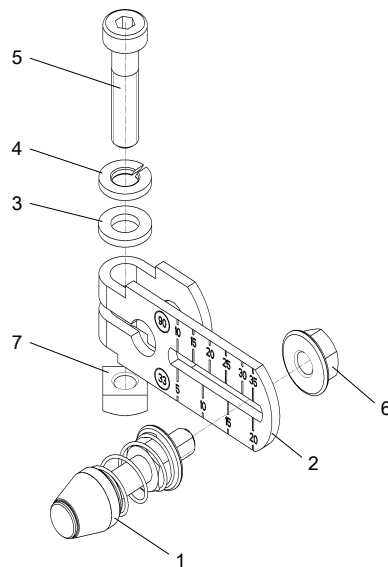
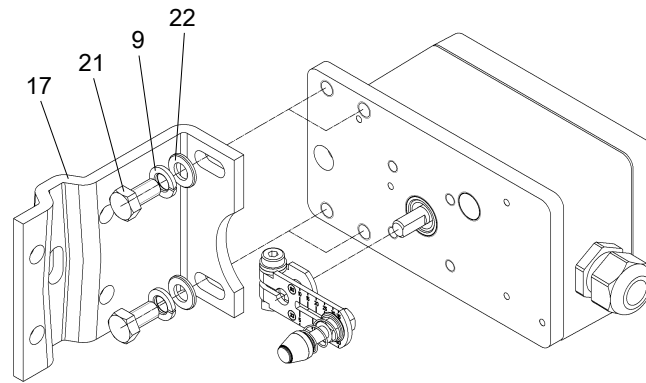
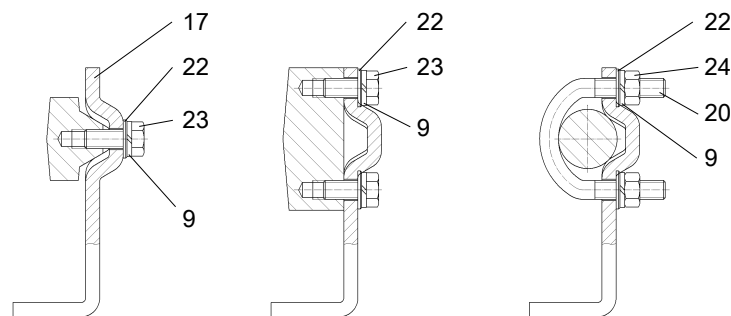

Abb. 9: Hebel montiert
Abb. 10: Montage mit Anbauwinkel
Abb. 11: Befestigung an verschiedenen Laternenarten
1. Abb. 9: Klemmstücke (19) mit Zylinderschrauben (5) und Federringen (4) an der Antriebsspindel montieren.
2. Abgriffbügel (18) in die Ausfräsungen der Klemmstücke (19) schieben. Benötigte Länge einstellen und Schrauben (5) so festziehen, dass der Abgriffbügel noch verschiebbar ist.
3. Abb. 10: Am vormontierten Hebel (2) den Stift (1) auf den am Antrieb angegebene Wert des Hubbereiches oder, wenn dieser nicht als Skalierungswert vorhanden ist, den nächst größeren Skalierungswert einstellen. Bei Unsicherheit bezüglich des tatsächlichen Antriebshubes (pneumatische Stellantriebe verfügen häufig über eine Stellwegreserve) sollte grundsätzlich der nächst größere Skalierungswert gewählt werden. Die Stiftmitte muss auf dem Skalierungsstrich auf dem Hebel (2) stehen.
4. Hebel (2) bis zum Anschlag auf die Welle der Signalbox schieben und mit Zylinderschraube (5) fixieren.
5. Abb. 11: Anbauwinkel (17) mit zwei Sechskantschrauben (21), Federringen (9) und U-Scheiben (22) auf der Rückseite des Stellungsreglers montieren. Die Wahl der Lochreihe hängt von der Laternenbreite des Antriebes ab. Dabei soll die Rolle möglichst nahe an der Spindel in den Abgriffbügel (18) eingreifen, darf aber nicht die Klemmstücke (19) berühren.